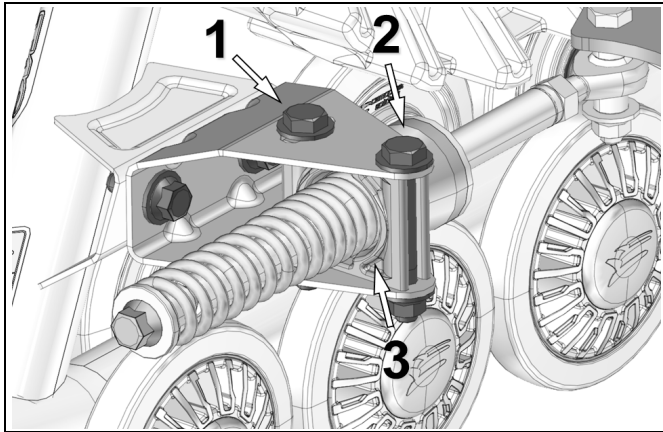

Figure 16
- Desserrer les boulons (1) et (2) de l'ancrage anti-pivot afin de permettre à la pièce de support (3) de pivoter. Voir la Figure 16.